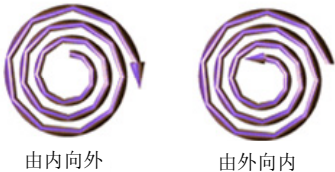

图 2-83 水平区域刀具方向
- 〔水平区域刀具方向〕: 该参数包括“由外向内”和“由内向外”两个选项，如图 2-83 所示。